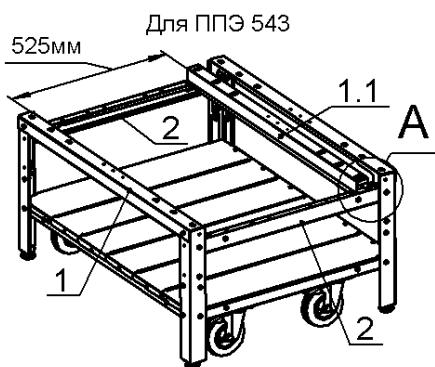

Рис.9.
9. На профили боковые, верхние, поз.2 установить профиль опорный, верхний, поз.1.1 (880мм) и закрепить его при помощи болтов М6, гаек и шайб, поз.13, 16 и 18, как показано на рис.9. Гайки затянуть.
Для установки на подставку печи подовой ППЭ 543нп, профиль опорный, верхний, поз.1.1 установить на расстоянии 525мм от профиля лицевого, верхнего, поз.1, как показано на рис.9.